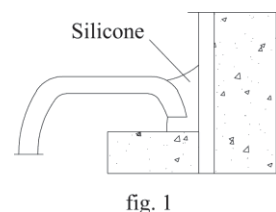

fig. 1
- Posez entre les bords extérieurs de la baignoire et le mur, un joint silicone de façon qu'en aucun cas les bords ne reposent directement sur les murs ou sur l'habillage et en appui sur une surface plane servant de support (fig. 1 ou 2).